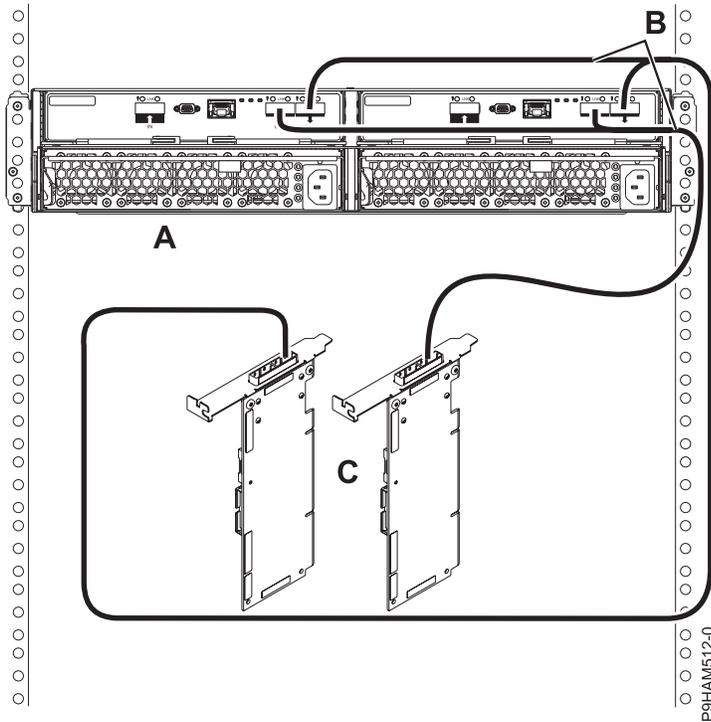

Figure 25. Connexion de mode 1 d'un boîtier d'unité de disque 5887 via des câbles YO à une paire d'adaptateurs SAS
- Effectuez une connexion de mode 1 d'un boîtier (A) via des câbles YO (B) à une paire d'adaptateurs SAS (C) comme illustré dans la figure 25, à la page 24, puis passez à la section «Connexion des câbles et des cordons d'alimentation et installation des capots», à la page 29.
**Remarque :** L'adaptateur SAS unique (E) peut accéder à l'ensemble des 48 baies d'unité.
- Chaque adaptateur SAS de la paire (C) peut accéder aux 24 baies d'unité.